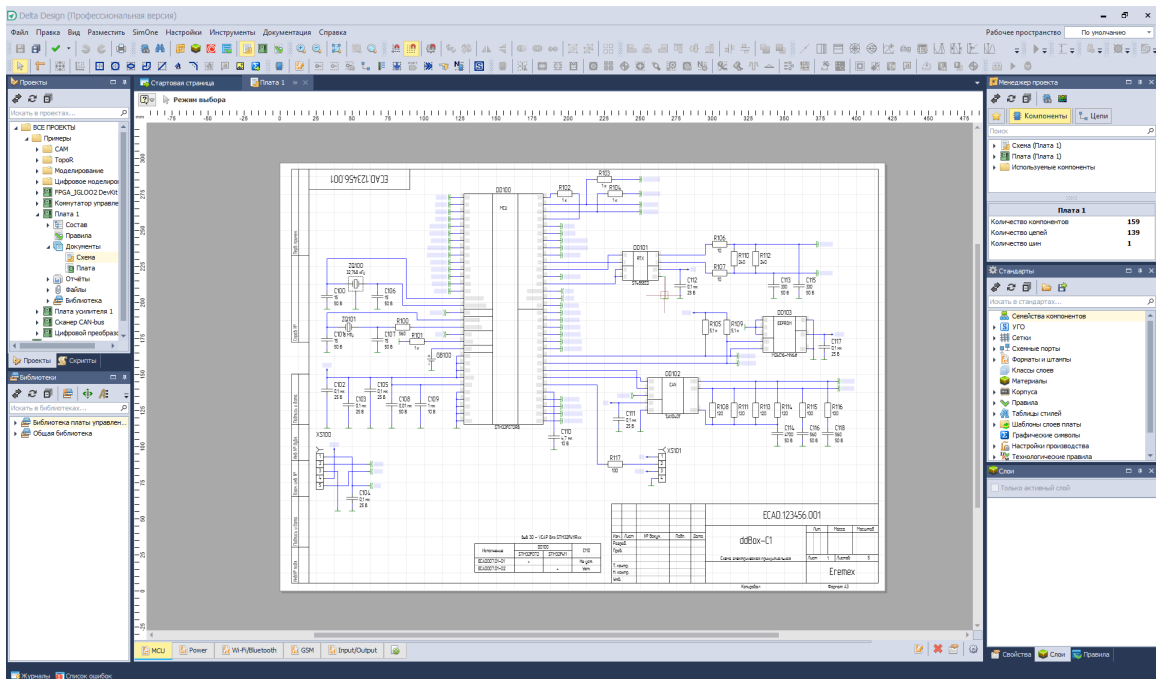

Рис. 9. Схема проекта платы открыта в окне системы Delta Design
Откроется окно Delta Design, в котором будет представлена схема проекта платы, см. Рис. 9.
3. В главном меню в разделе «Интеграция с Delta Design» вызвать команду «Открыть модель платы проекта платы DD», см. Рис. 9.